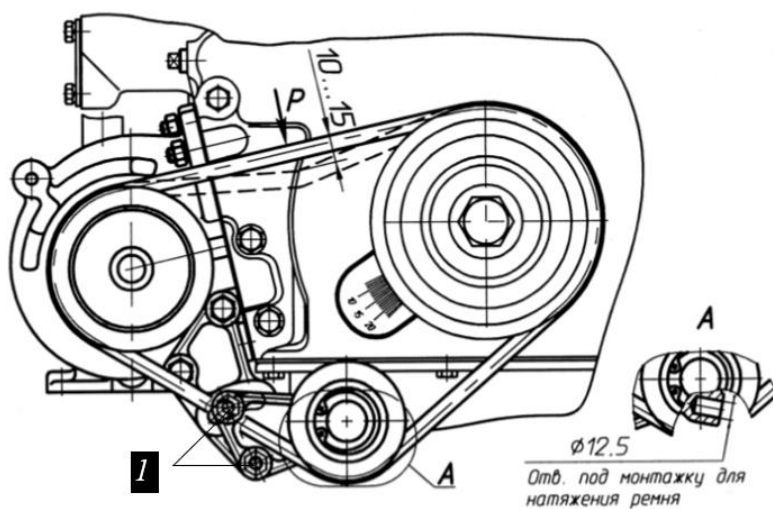

Рисунок 3.29. Натяжение ремня водяного насоса
- ▶ Ослабить болты крепления рычага кронштейна натяжного приспособления рис. 3.29.